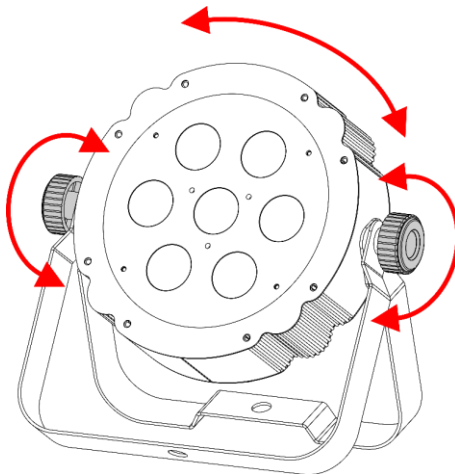

Fig. 08
- 01) Tournez les **vis de réglage (02)** dans le sens inverse des aiguilles d'une montre pour les desserrer.
- 02) Réglez l'inclinaison de l'appareil à l'angle souhaité (voir fig. 08).
- 03) Tournez les **vis de réglage (02)** dans le sens des aiguilles d'une montre pour les serrer. Assurez-vous que l'appareil ne peut pas bouger librement après avoir serré les **vis de réglage (02)**.